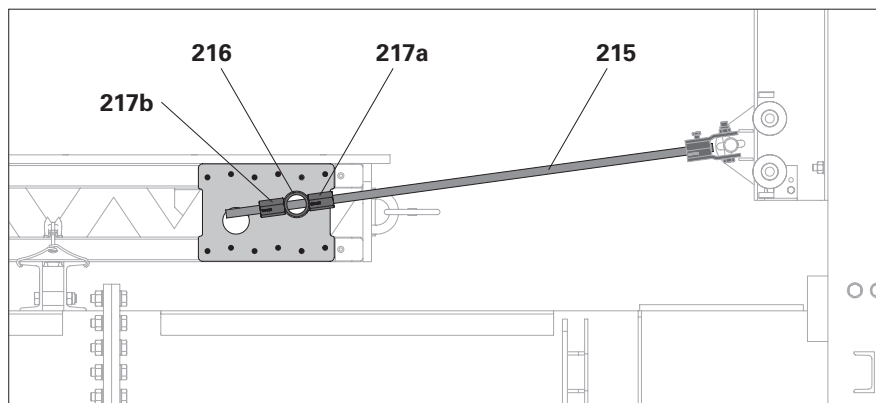

Fig. C3.05
5. Avvitare il dado esagonale DW 20, AF 36/60 (**217b**) sul Betomax 20 (**215**). (Fig. C3.05)
7. Avvitare il dado esagonale DW 20, AF 36/60 (**217a + 217b**) sulla traversa di sospensione 530 ACS (**216**). (Fig. C3.05 + C3.06)